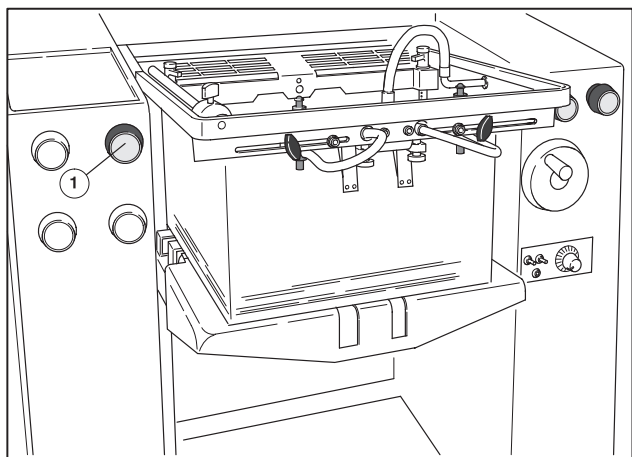

Рис. 14 Поворотная ручка для регулировки раздува передней кромки листов
При помощи поворотной ручки (Рис. 14/①) отрегулировать раздув таким образом, чтобы верхний лист прилегал к передним отделителям листа.